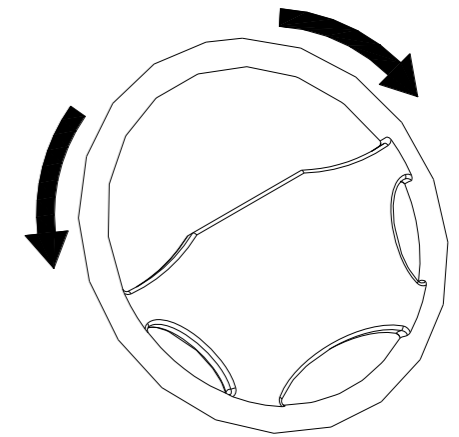

Figura 6- Gire el volante de dirección Derecha e izquierda y revise el movimiento.
**9** Girar el volante de dirección con el motor apagado. (Ver Figura 6)